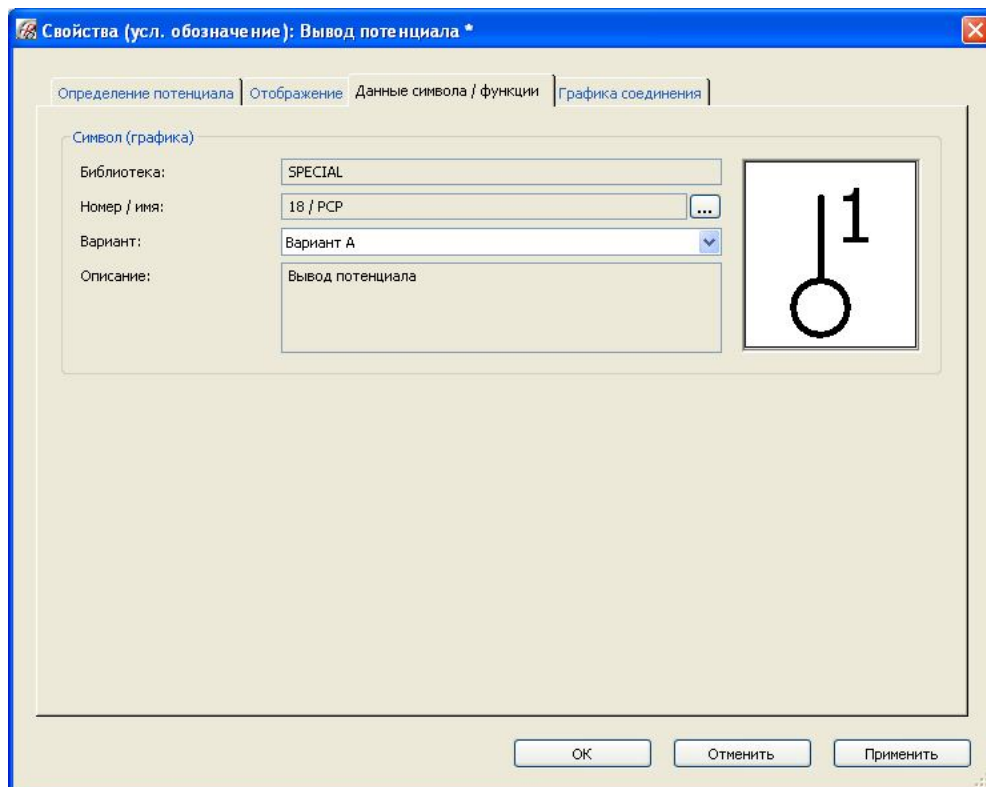

Рисунок 3.19 – Вид вкладки *Данные символа/функции*
4. Перейдіть на вкладку **Данные символа/функция** (рис. 3.19).